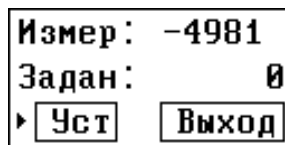

Рисунок 19 – Режим юстировки первой точки.
- 2 Далее нажмите кнопку  и войдите в режим юстировки первой точки (см. рисунок 19). Затем кнопками  и  переместите курсор к надписи «Уст» («установка») и нажмите кнопку . Измеренное значение должно установиться в значении 0 (ноль).